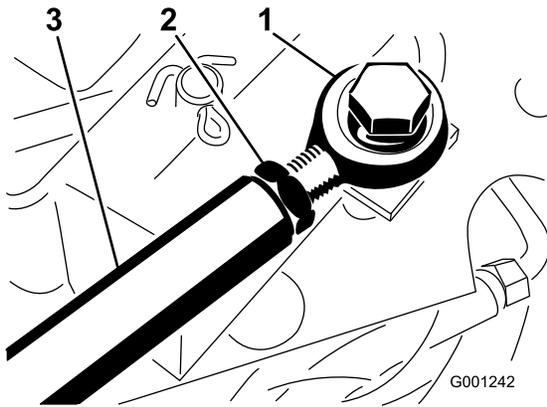

Figura 79
Per una maggiore regolazione, regolate l'asta della trazione (Figura 79) come segue.
2. Allentate il controdado che fissa l'estremità dell'asta all'asta della trazione (Figura 79).
4. Serrate il controdado (Figura 79) e fissate l'estremità dell'asta al pedale della trazione con il bullone e il dado rimossi per bloccare l'angolo del pedale.